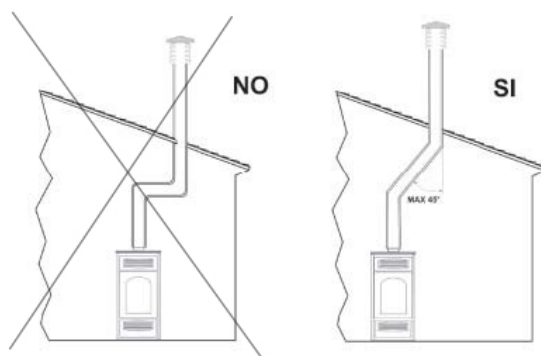

Fig.2
- La sezione interna deve essere uniforme, preferibilmente circolare: le sezioni quadrate o rettangolari devono avere spigoli arrotondati con raggio non inferiore a 20 mm; rapporto massimo tra i lati di 1,5; pareti il più possibile lisce e senza restringimenti; le curve regolari e senza discontinuità, deviazioni dall'asse non superiori a 45° (fig.2).